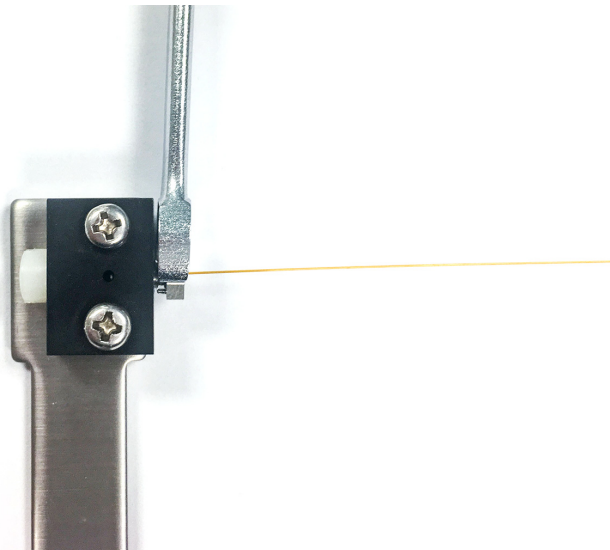

Figura 9. Apriete la tuerca interna.
- c** Compruebe si la férula se está agarrando a la columna. En caso afirmativo, pare. De lo contrario, siga apretando la tuerca interna en pequeños incrementos de 5 a 15 grados. Después de cada incremento, compruebe si la férula se está agarrando a la columna. Pare en cuanto se produzca el agarre. Vea la **Figura 9**.